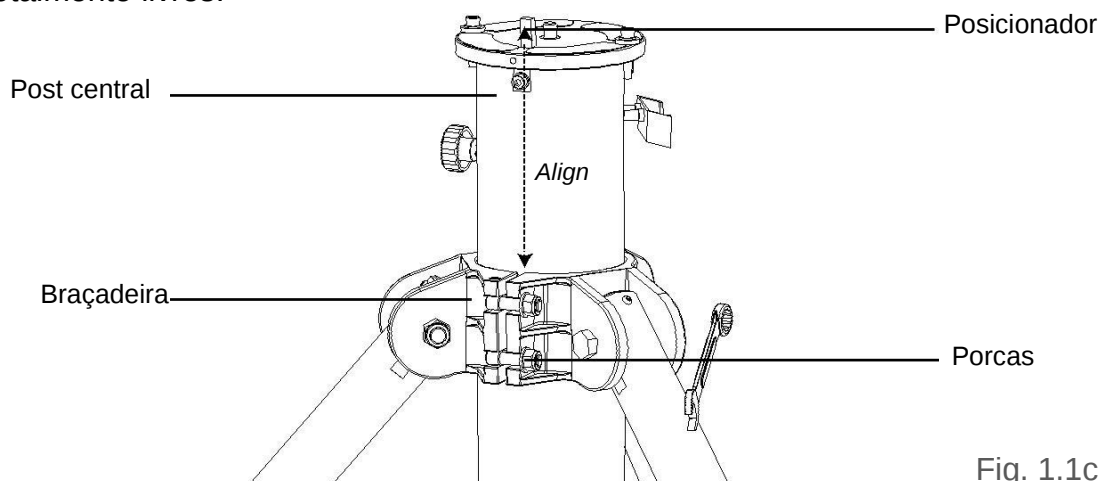

Fig. 1.1c
- Solte totalmente a trava central do poste afrouxando os duas porcas hexagonais com a chave de 19mm (Fig 1.1c).
- Depois que a braçadeira estiver totalmente solta, rode o pilar central para alinhar aproximadamente o posicionador no topo tripé com a abertura da braçadeira. (Fig 1.1c)
- Deslize o poste central para cima / baixo na braçadeira (Fig. 1.1c) escolhendo a altura adequada e, em seguida, aperte os parafusos nas treliças para evitar que o poste central caia.